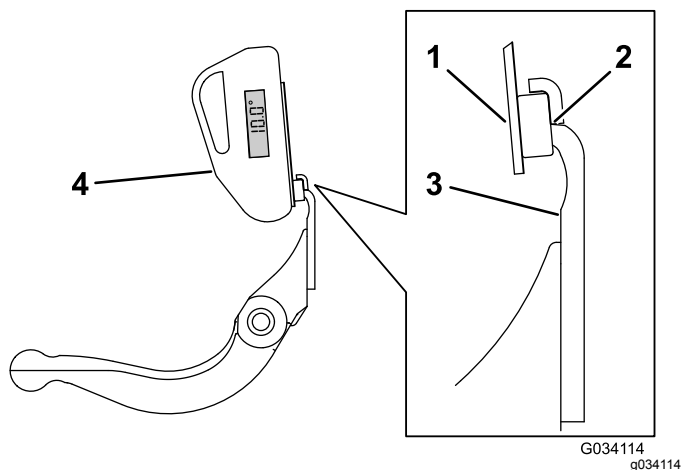

Figura 28
3. Coloque el soporte del indicador de ángulo en el borde de la contracuchilla, de modo que el borde del imán coincida con el borde de la contracuchilla (Figura 28).
4. Coloque el indicador de ángulo en el soporte, tal y como se muestra en la Figura 28.